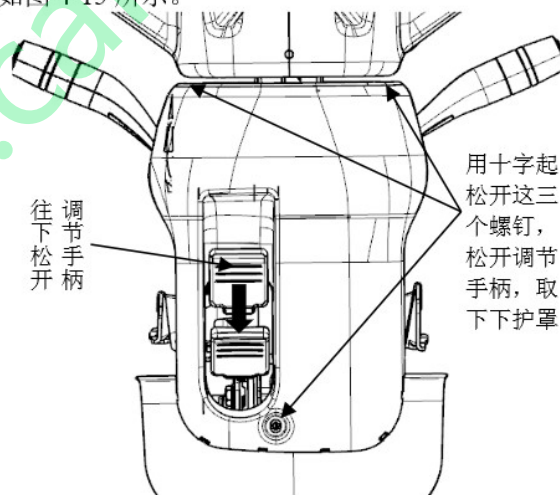

图 4-15
① 脱开线束接头。
② 使用 18# 套筒拆下转向盘固定螺母，如图 4-15 所示。
① 上下组合开关护罩由六对塑料卡扣配合，由下往上将上护罩拉开并取下。
② 用十字起松开下护罩的三个安装螺钉，并往下松开转向管柱角度调节手柄，取下下护罩。如图 4-15 所示。